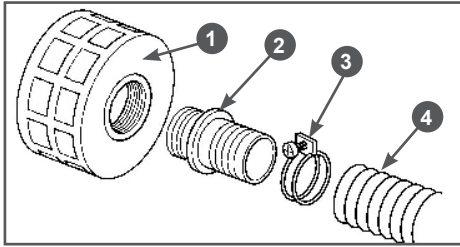

Рис. 10 Установка всасывающего фильтра
1. Закрутите в корпус 1 всасывающего фильтра коннектор 2 всасывающего рукава (Рис. 10).
- Наденьте до упора всасывающий рукав 4 на патрубок коннектора 2 и затяните его хомутом 3 (Рис. 10).